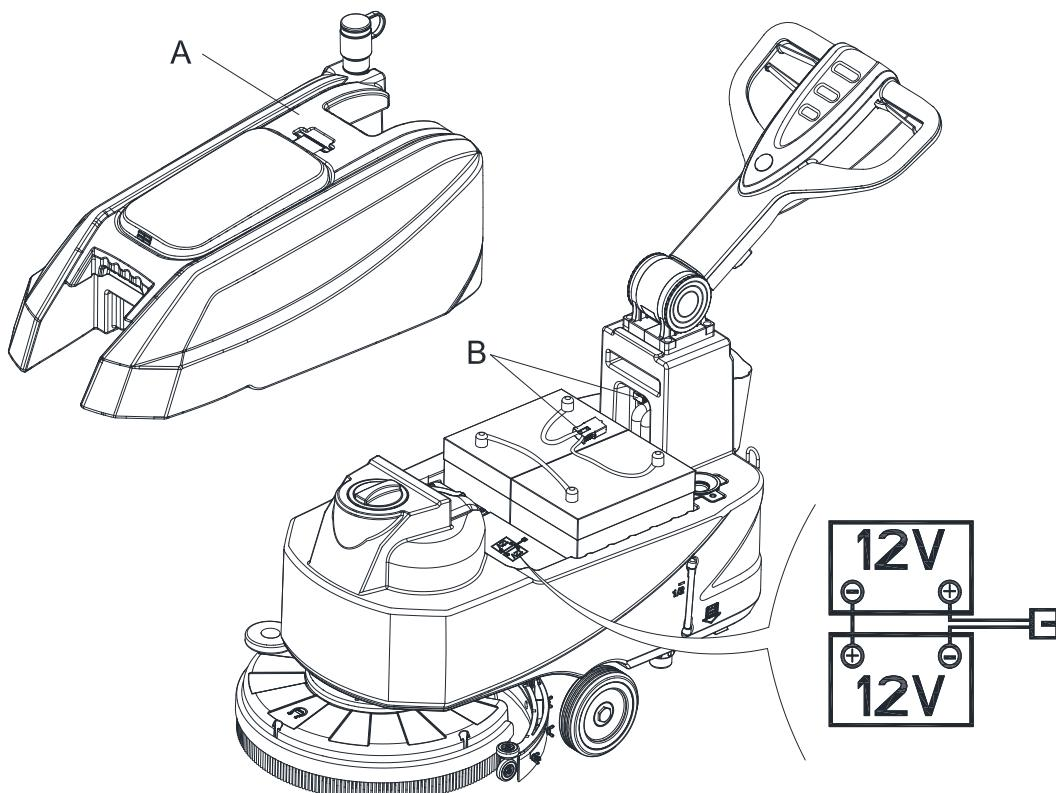

Рис. 3
Машине необходимы две 12 В батареи, подключенные в соответствии с электрической схемой (Рис. 3).
- Проверьте и убедитесь, что батареи подключены к машине соединителем (B, Рис. 3).
5. Осторожно переместите узел бака грязной воды (A, Рис. 3).
8. На каждый вывод поместите защитный колпачок, затем подсоедините соединитель батарей (B, Рис. 3).
9. Осторожно верните на место узел бака грязной воды (A, Рис. 3).